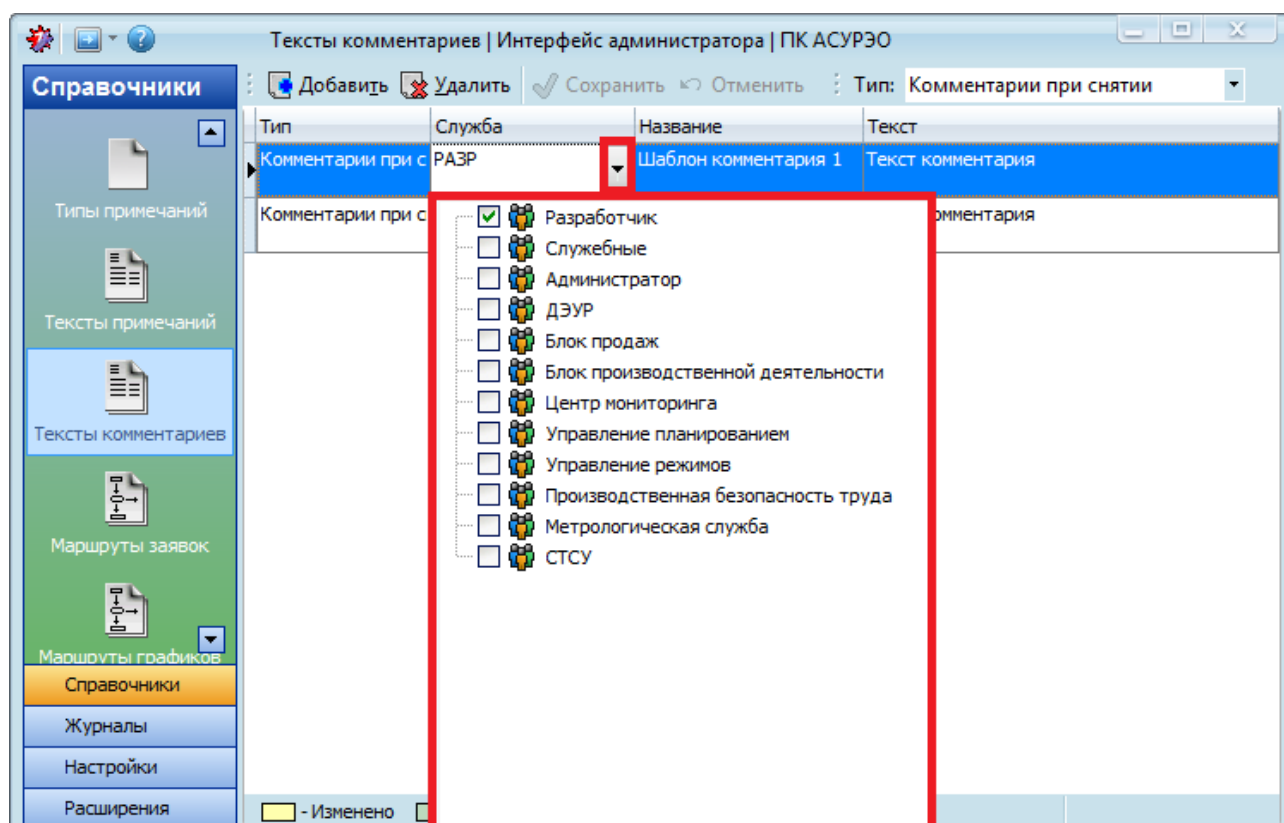

Рисунок 8.13 – Раскрывающийся список служб и пользователей
- **«Служба»**. В поле вводятся службы из раскрывающегося списка (напротив необходимых служб устанавливаются флаги), который содержит службы из справочника «Службы и пользователи» (см. раздел «7.2.1.3.2 Настройки служб») (Рисунок 8.13). Выбранным службам будет доступен данный текст комментария. Администратор АСУРЭО может вводить текст комментария для любой службы. Если у пользователя отсутствуют права администратора, он